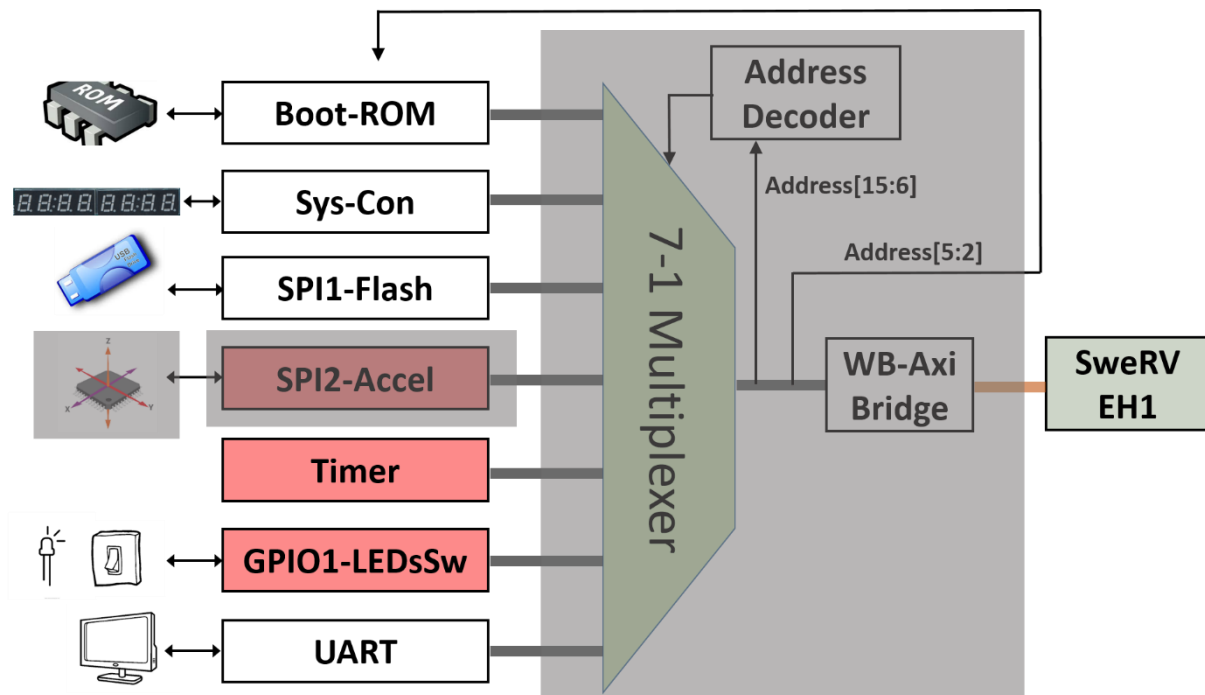

Figura 8. Controlador SPI integrado no sistema RVfpga
1. Ligação física entre o SoC e o acelerómetro (região sombreada à esquerda na Figura 8)
2. Integração do controlador SPI, que está incluído dentro do controlador do sistema SweRVolfX (região sombreada do meio na Figura 8)
3. Ligação entre o controlador SPI e o Núcleo SweRV EH1 (região sombreada à direita na Figura 8)